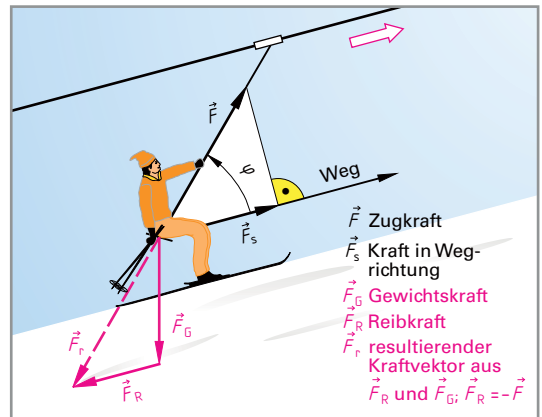

Bild 1: Kräfte bei einem Schlepplift
Darstellung von Kräften. Die Kraft ist ein Vektor, der durch die Pfeilstrecke $\vec{F}$ (sprich: Vektor F) dargestellt wird (**Bild 1**). Die Länge der Pfeilstrecke gibt $|\vec{F}| = F$ (sprich: Betrag des Vektors F) an, die Pfeilrichtung die Wirkungsrichtung. Bei der Addition hängt man die Kraftvektoren unter Berücksichtigung ihrer Richtung aneinander (siehe **MEL GS/AT**).
Eine Arbeit wird aufgewendet, wenn infolge einer Kraft ein Wegstück zurückgelegt wird, z. B. von einem Hubstapler gegen die Gewichtskraft der Last. Der Größenwert der mechanischen Arbeit ist also das Produkt aus Kraft und Weg. Die Einheit der Arbeit ist das Newtonmeter (Nm) mit dem besonderen Einheitennamen Joule¹ (J). Liegen Kraft und Weg nicht auf derselben Geraden, so wird zur Berechnung der Arbeit nur die Teilkraft in Wegrichtung berücksichtigt (Bild 1).